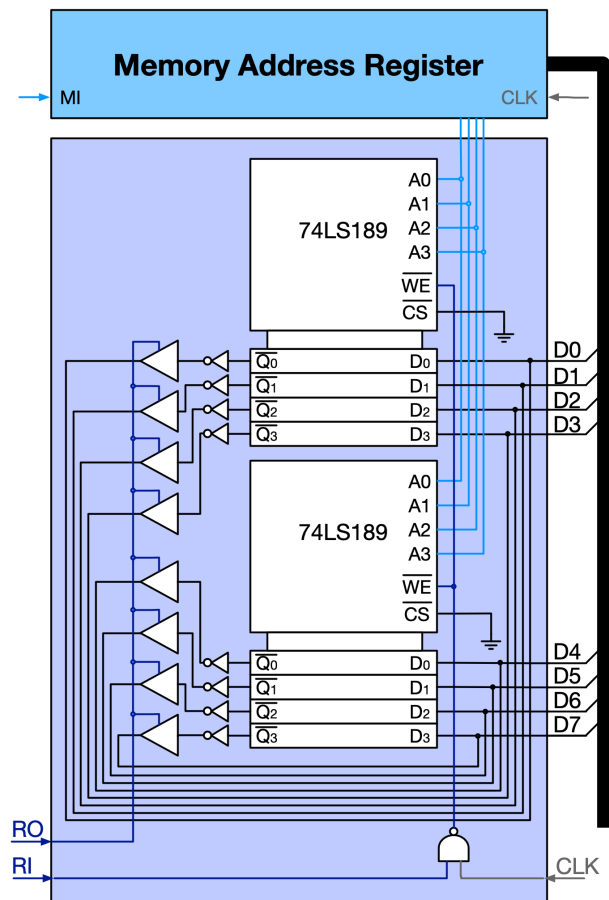

Bild 70 – Schaltung des RAM-Moduls (vereinfacht)
In Bild 70 siehst du, wie die vier Adress-Leitungen vom Memory Address Register auf die beiden RAM-ICs geführt sind. Der obere IC speichert die vier LSB (*least significant Bits*), der untere die vier MSB (*most significant Bits*) vom Datenbus. Da die Ausgänge der beiden ICs jeweils invertiert sind, müssen sie über die NOT-Gates wieder zurückinvertiert werden. Danach sind die Ausgänge auf Tri-State-Buffer geführt: Nur wenn der Eingang RO (RAM Out) aktiviert ist, werden die Werte aus jenem RAM-Speicherplatz, der durch die Adress-Eingänge ausgewählt ist, auf den Bus geschrieben. Damit Daten ins RAM geschrieben werden können, muss erstens der Eingang RI (RAM In) aktiv sein und zweitens eine positive Clock-Flanke erfolgen: Dann ist der Write-Enable-Eingang (WE) für kurze Zeit aktiv und die Werte vom Datenbus werden in die ausgewählte Speicher-Adresse geschrieben.
Dieses Video zeigt den ersten Teil zum Aufbau des RAM-Moduls wie du es in Bild 70 (vereinfachte Schaltung) siehst.